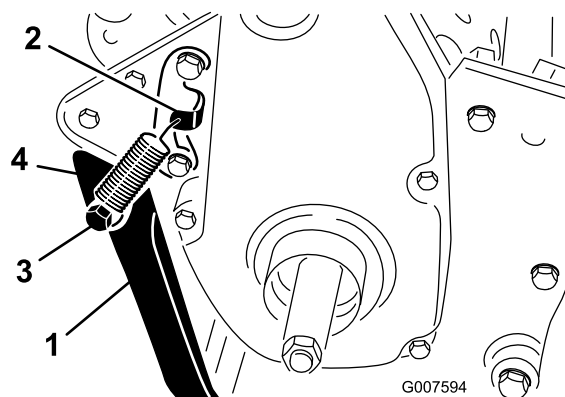

図 6
スプリングブラケットの穴とスプリングスタッドの穴に引っ掛ける 図 6。
3. ボルト、ロックワッシャ、スペーサ、平ワッシャ、ロックナットを使って、キックスタンドをフレームの左右に固定する 図 6。